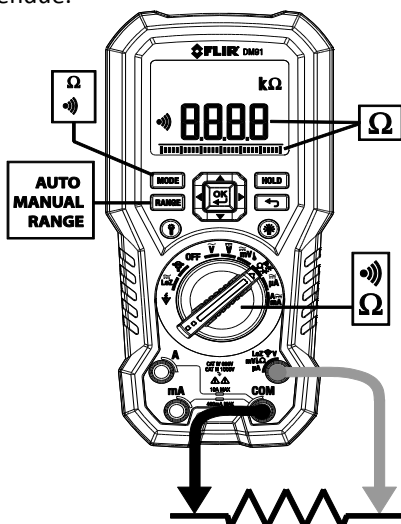

Fig. 5-2 Mesure de la résistance et de la continuité
1. Reportez-vous à la Fig. 5-2. Mettez le sélecteur de fonction sur la position Ω .